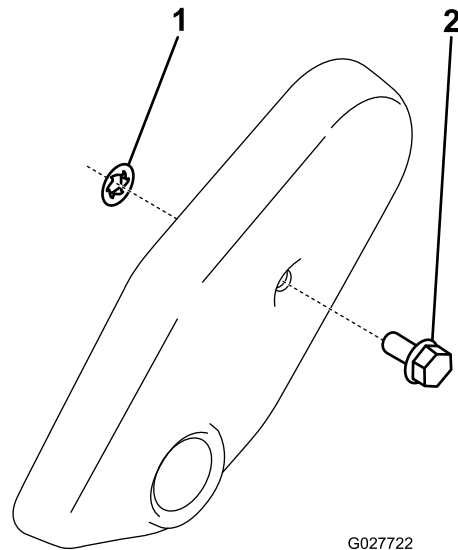

Figura 7
2. Fate scorrere il dado in gabbia sul tappo del copricinghia (Figura 7).